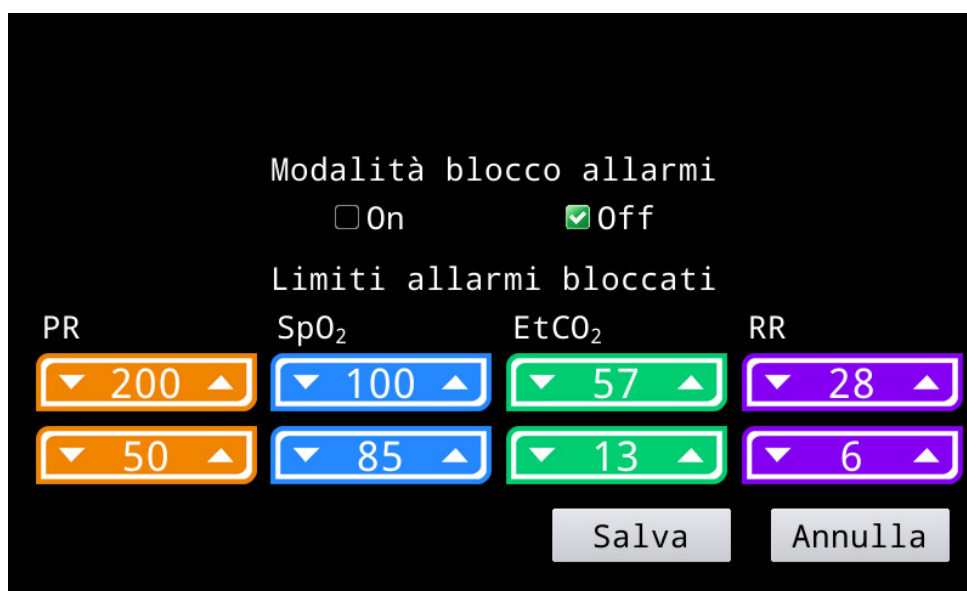

Figura 12. Schermata Modalità blocco allarmi
1. Nel Menu configurazione, premere **Modalità blocco allarmi**. Viene visualizzata la schermata Modalità blocco allarmi (figura 12).